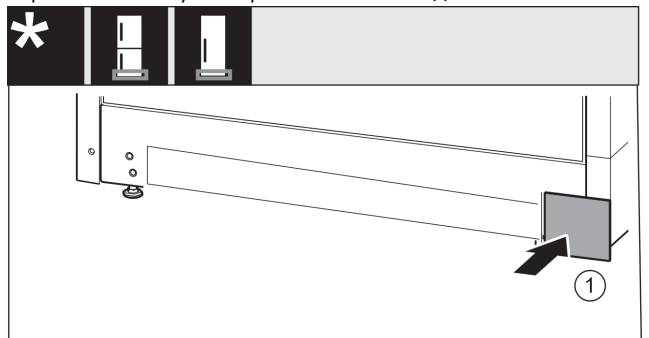

Fig. 35
- ▶ Знову одягнути кришку з іншого боку. Fig. 35 (1)